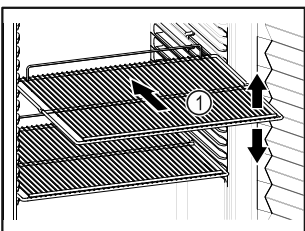

Fig. 60 Näitlik kujutis
- Kui hoiurestid Fig. 60 (1) on teisaldatavad, siis kohandage olenevalt kõrgusest.